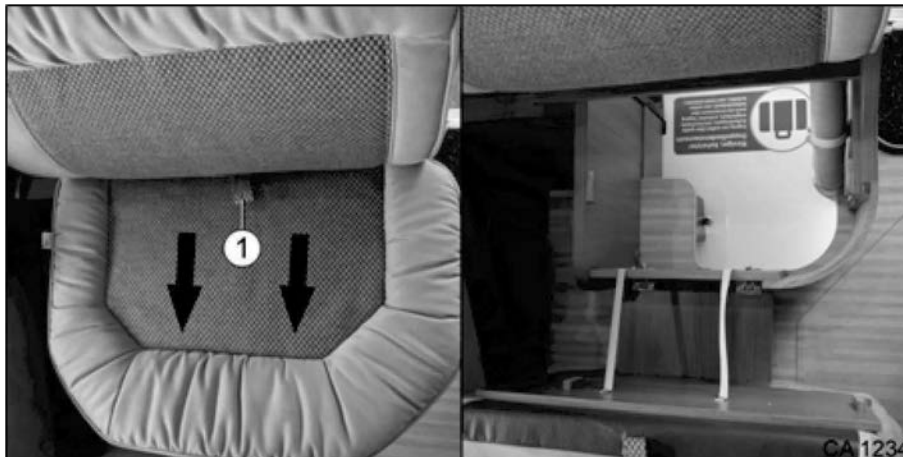

Fig. 72 Mécanisme de rabat de la banquette latérale courte
1. Tirer la poignée (Fig. 72/1) dans le sens indiqué pour accéder au rangement sous le siège.